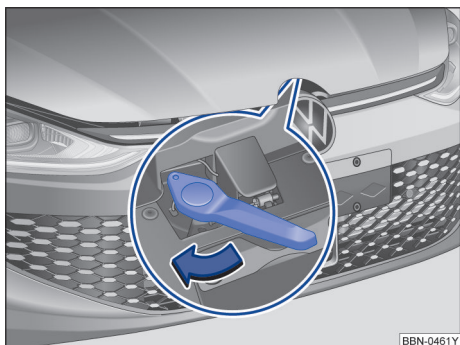

图 165 散热器格栅上方用于打开发动机舱盖的分离杆
- 水平向左拨动拉手，抬起发动机舱盖并将其打开→图 165→▲（注意！错误的操作方向可能导致拨杆损坏而导致舱盖无法打开！）